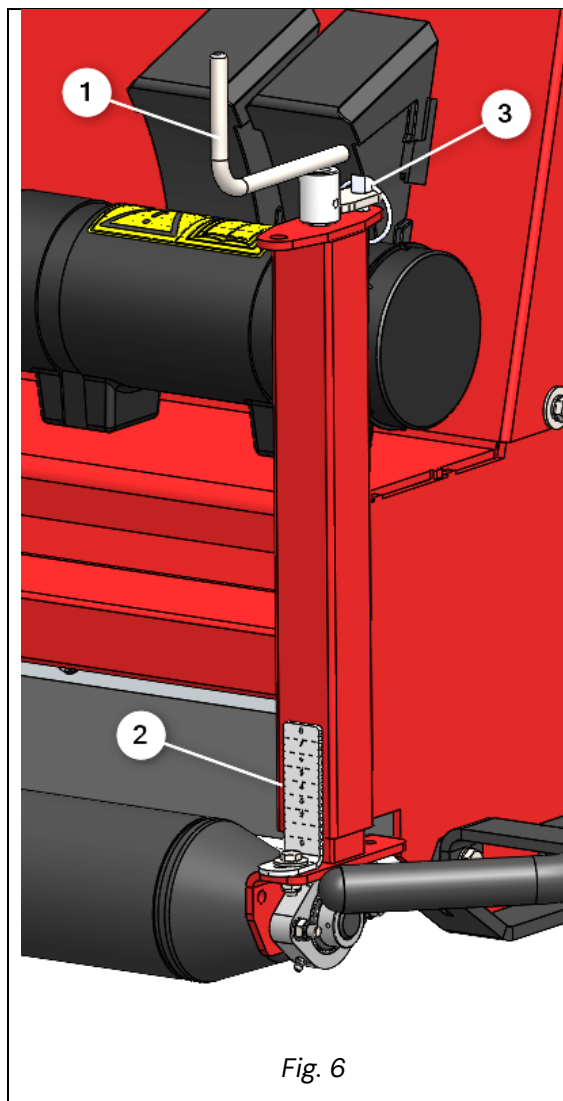

Fig. 6
#### Escarificación (Fig. 6):
2. Levante la máquina y ajuste el rodillo delantero a la profundidad deseada retirando el clip (3) y activando las palancas del husillo (1) a ambos lados de la máquina. Utilice los indicadores (2) para leer el ajuste de profundidad. Consulte la tabla de *la Fig. 6* como referencia.
3. Cuando haya ajustado la profundidad correcta, bloquee las palancas con los clips (3).